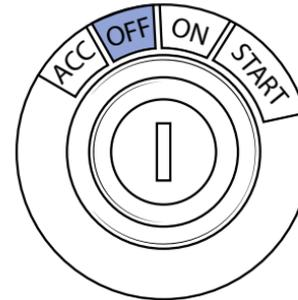

Figure 17 - Clé de contact
4. Tournez la clé de contact jusqu'à la position «**OFF**» et retirez la clé (**Figure 17**).